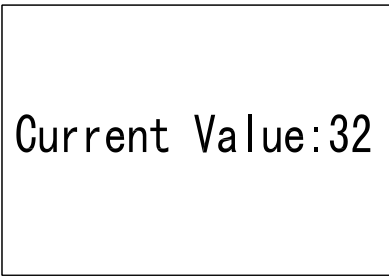

图 6 调整界面
② 选中第 3 项（3. Contrast），按  键进入图 6 调整界面。